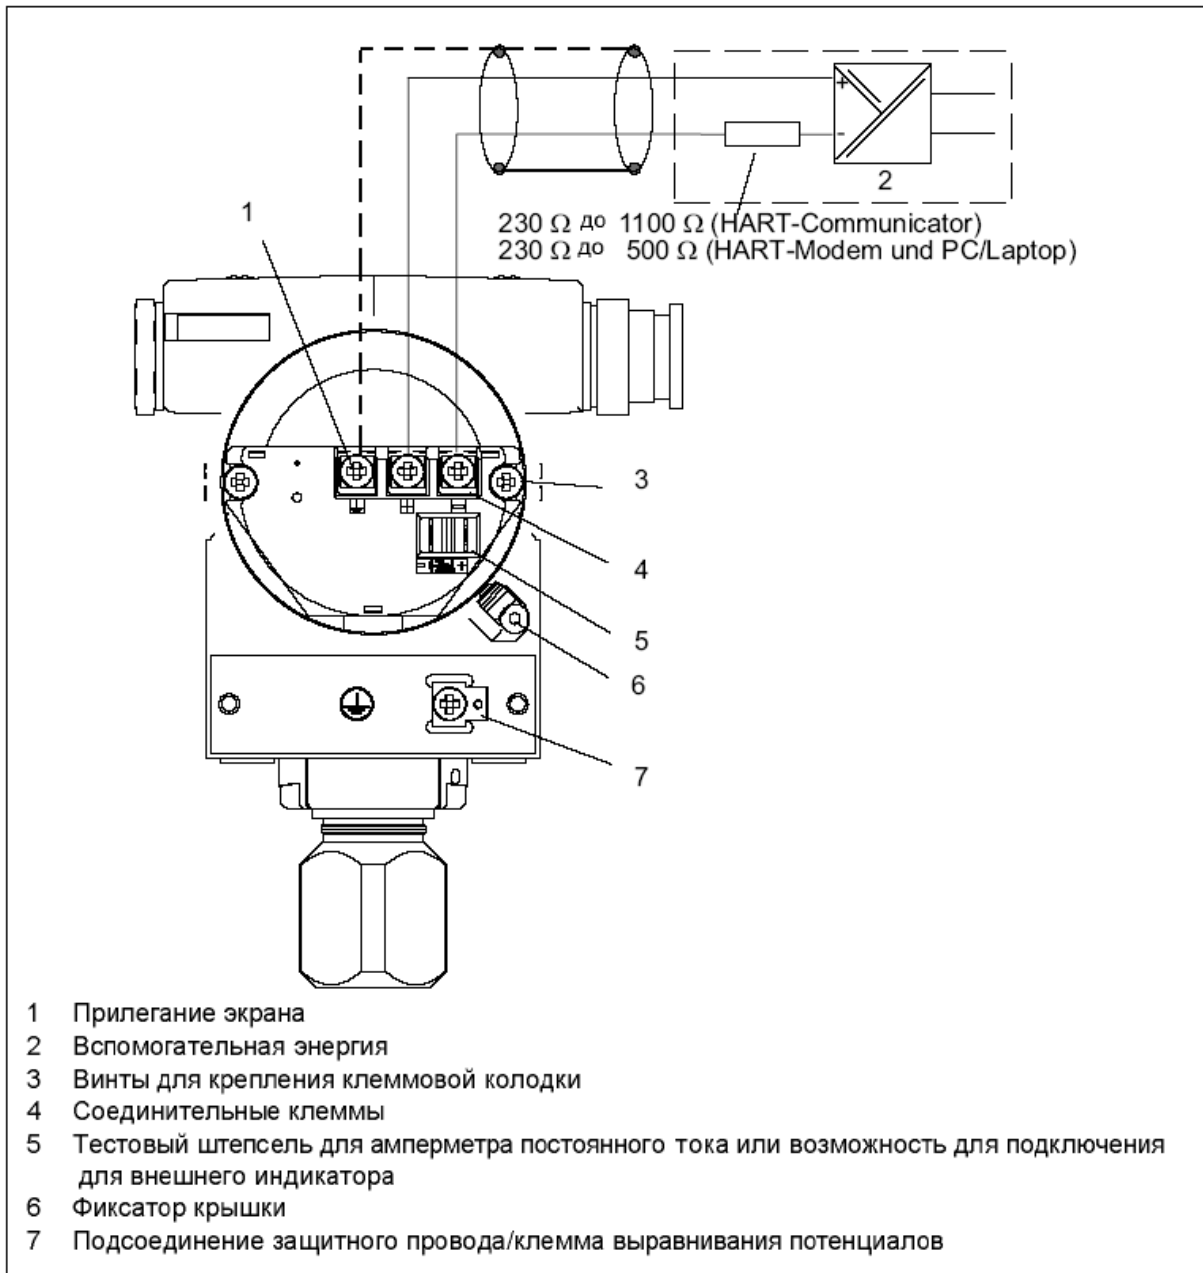

Рис.37. Электрическое подсоединение, схема
3. Подсоединить жилы к клеммам "+" и "-" (рис.37), соблюдая при этом полярность!